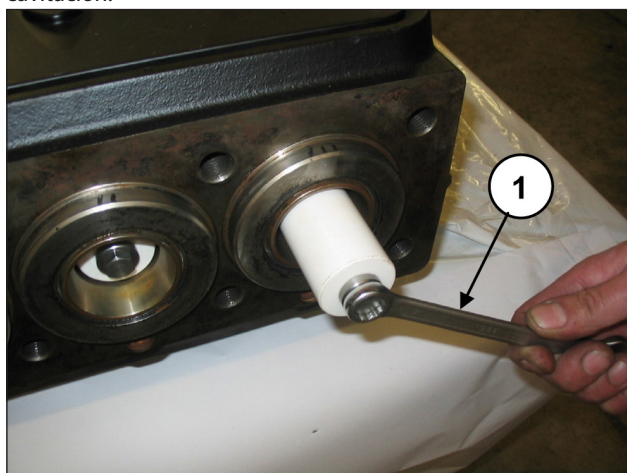

Fig. 132
Desmontar los pistones aflojando los tornillos de fijación (pos. ①, Fig. 132).